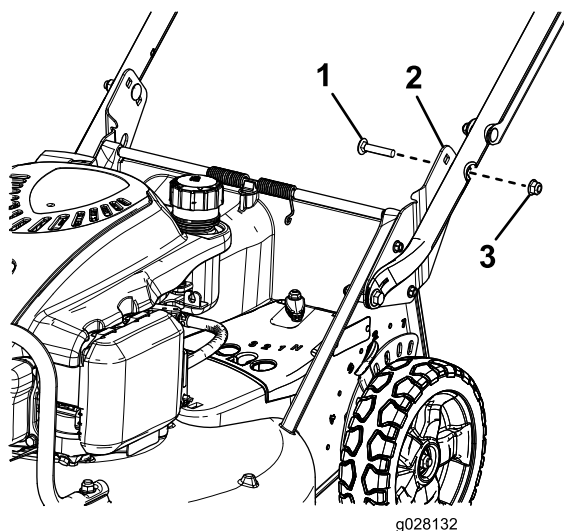

**Figure 4**
- Tenez-vous derrière la machine à la position d'utilisation pour déterminer la hauteur du guidon qui vous convient le mieux (Figure 4).